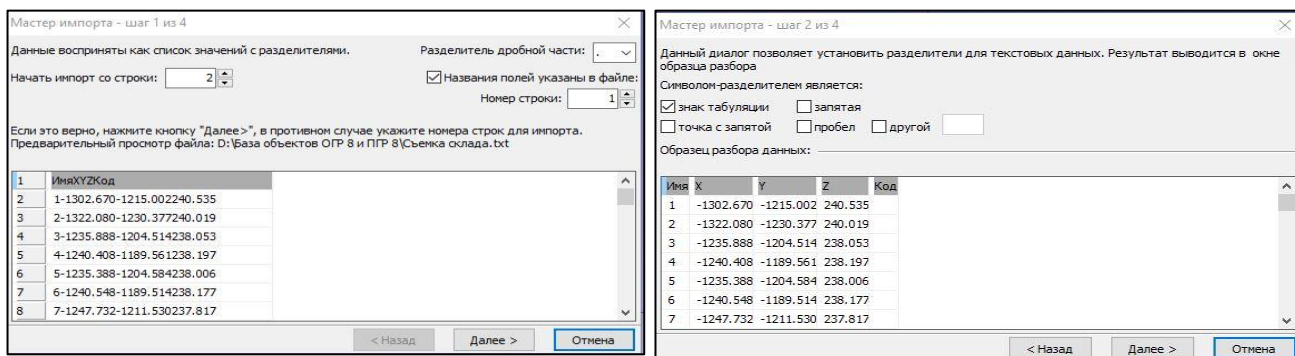

Рис. 3.6
6. В открывшемся диалоговом окне **Мастер импорта Шаг 1** установите настройки согласно рис. 3.6.